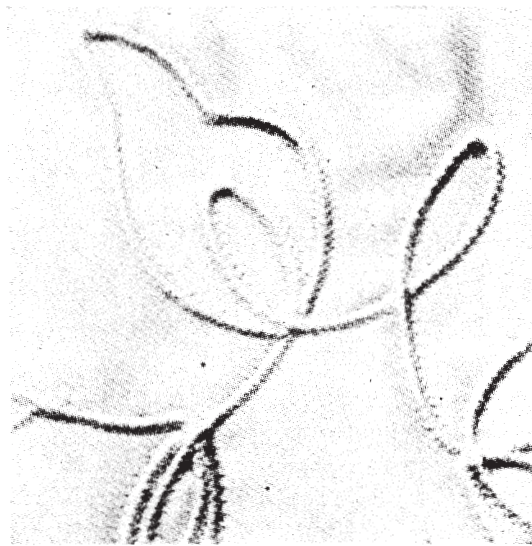

図 48 紐付け縫いの例 (B)
(2) **紐つけ** 紐や毛糸などをとめながら、画をえがく刺しゅうを紐つけ刺しゅう、コードつけ刺しゅうなどと呼びます。(図47、図48)